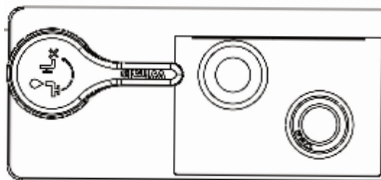

Bild 35A Dräneringsventil - stängd position
- Steg ett:** Vid första användning, eller vid påfyllning när systemet har varit tömt, måste man kontrollera att avtappningsventilen är stängd (se bild 35A) Fyll sedan systemet med rent färskvatten.